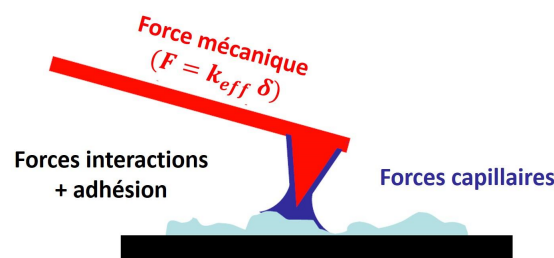

FIGURE 2 – Forces typiquement exercées sur une pointe AFM.
- (b) En pratique, la force totale exercée par la surface sur la pointe AFM est inconnue (voir figure 2). Elle est donc estimée en utilisant la formule : $F = k_{eff} \delta$. Déterminer la constante ressort k_{eff} de la poutre.